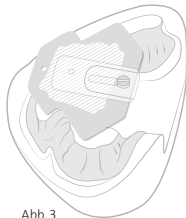

Abb. 3
**12.** Die Unterkiefer Registrierplatte wird großzügig mit dem CANDULOR Marker bemalt. Die Schablonen werden nun eingesetzt und unter Anweisung des Zahnarztes zeichnet der Patient den Pfeilwinkel, indem er mit dem Unterkiefer Anterior, Posterior und lateral gerichtete Bewegungen ausführt (Abb. 3).